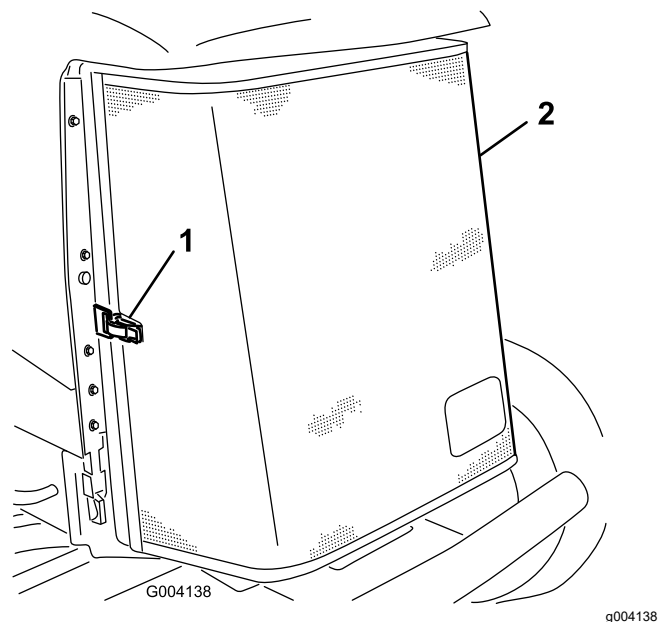

Figura 52
3. Desenganche y abra la rejilla trasera (Figura 52).